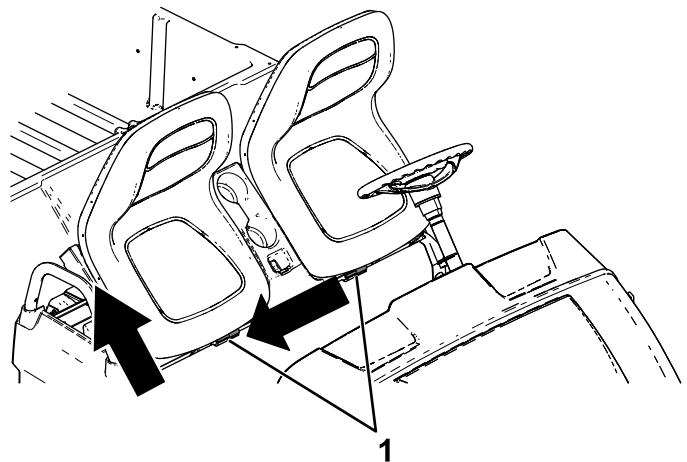

図 33
2. 座席アセンブリを横にスライドさせてピンから外して吊り上げる 図 33。